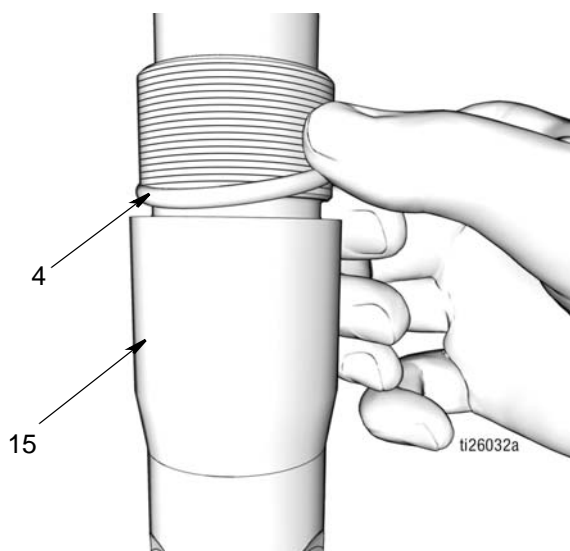

FIG. 43
- a. Utilizzare un panno pulito per pulire la valvola di ritegno di mandata (15) e rimuovere sporco o contaminanti. Ispezionare la superficie per verificare l'eventuale presenza di graffi e/o danni. Sostituire le parti danneggiate.
- b. Applicare un sottile strato di grasso all'O-ring (4) Installare l'O-ring attorno alla valvola di ritegno sulla mandata (15) (FIG. 43).